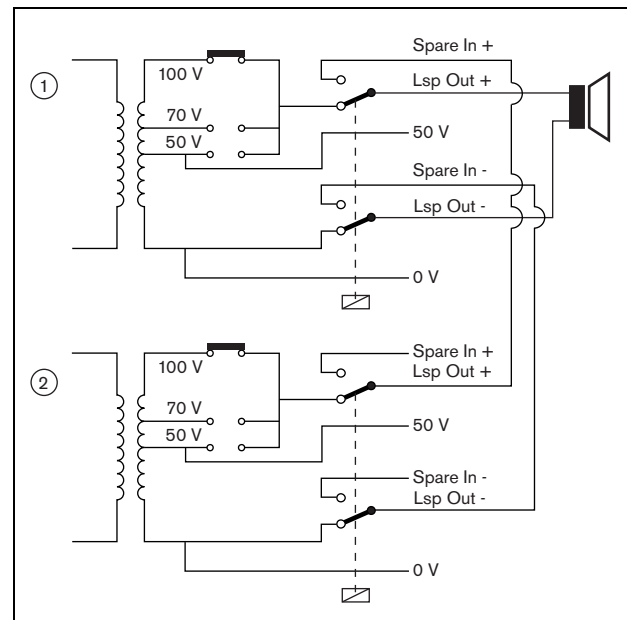
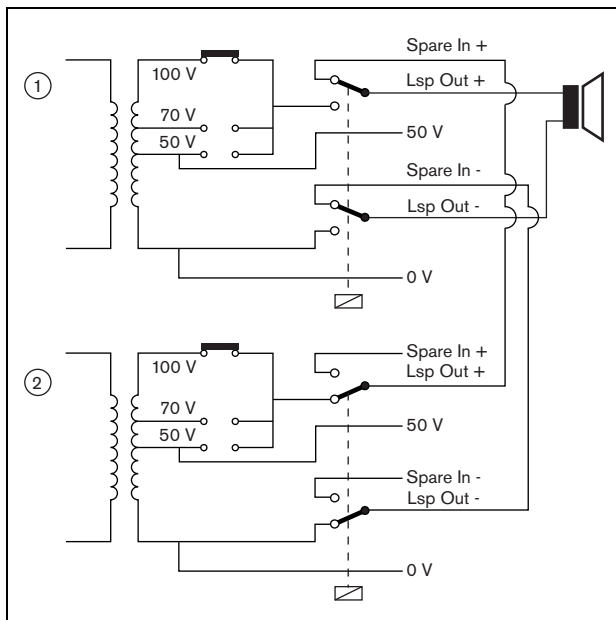

abbildung 9.8: Endstufe, vor der Umschaltung
abbildung 9.9: Endstufe, nach der Umschaltung
Die Umschaltung auf das Reservegerät erfolgt durch einen Relaisumschalter. Siehe abbildung 9.8 für die Situation vor der Umschaltung und abbildung 9.9 für die Situation nach der Umschaltung. Solange die Hauptendstufe (1) richtig funktioniert, ist dieses Relais stromführend (siehe abbildung 9.8) und der Ton wird zur Lautsprecherlinie (zu den Anschlüssen *Lsp Out+* und *Lsp Out-*) geleitet. Die Reserveendstufe (2) leitet keinen Ton, da sie nicht mit einer Lautsprecherlinie verbunden ist.
In dem Moment, in dem die Hauptendstufe (1) ausfällt, ist das Relais nicht mehr stromführend und die Schalter gehen in ihre Standardpositionen: *Spare In -* und *Spare In +* (siehe abbildung 9.9). Das bedeutet, dass die Audioausgabe der Reserveendstufe (2) über die Hauptendstufe (1) zum Lautsprecherkabel geleitet wird. Die Konfigurationseinstellungen (siehe Abschnitt 4.3) der Audioausgänge werden von der Haupt-Endstufe zur Reserve-Endstufe übertragen. Die Konfigurationseinstellungen der Audioeingänge, Steuereingänge und Steuerausgänge werden nicht an die Reserve-Endstufe übertragen.